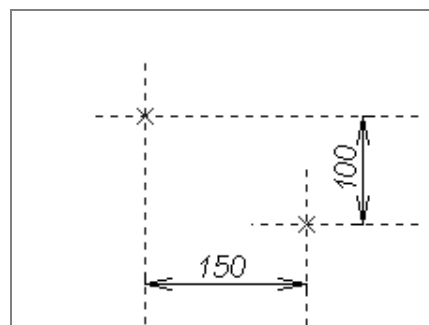

Рисунок 11 – Построение узла в точке пересечения прямых
2.3.1 Постройте опорные линии для центров окружностей при помощи команды «». Порядок построения: при помощи опции «» построить прямые в правом нижнем углу. Это базовые прямые. Построить вертикальную прямую на расстоянии 150 мм от базовой. Построить горизонтальную прямую на расстоянии 100мм от базовой. Построить узел на пересечении прямых с помощью опции «» (рисунок 11). Убрать выступание прямых линий при помощи опции «» в команде «».